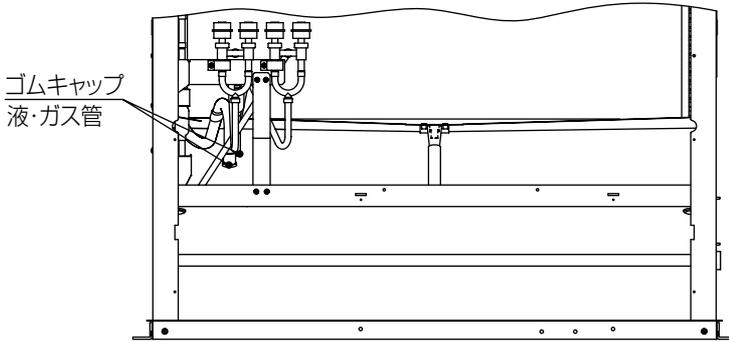

図3
(図3) プーリーの平行度
- (3) 図3に示すガス管接続部および液管接続部のゴムキャップを取外してください。